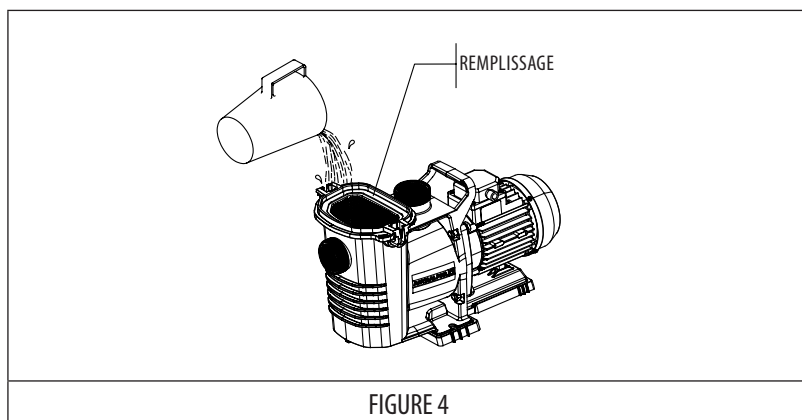

FIGURE 4
- La pompe est autoaspirante, il est obligatoire de remplir le préfiltre d'eau avant de la mettre en marche pour la première fois afin de faciliter le processus. (Voir FIGURE 4.)